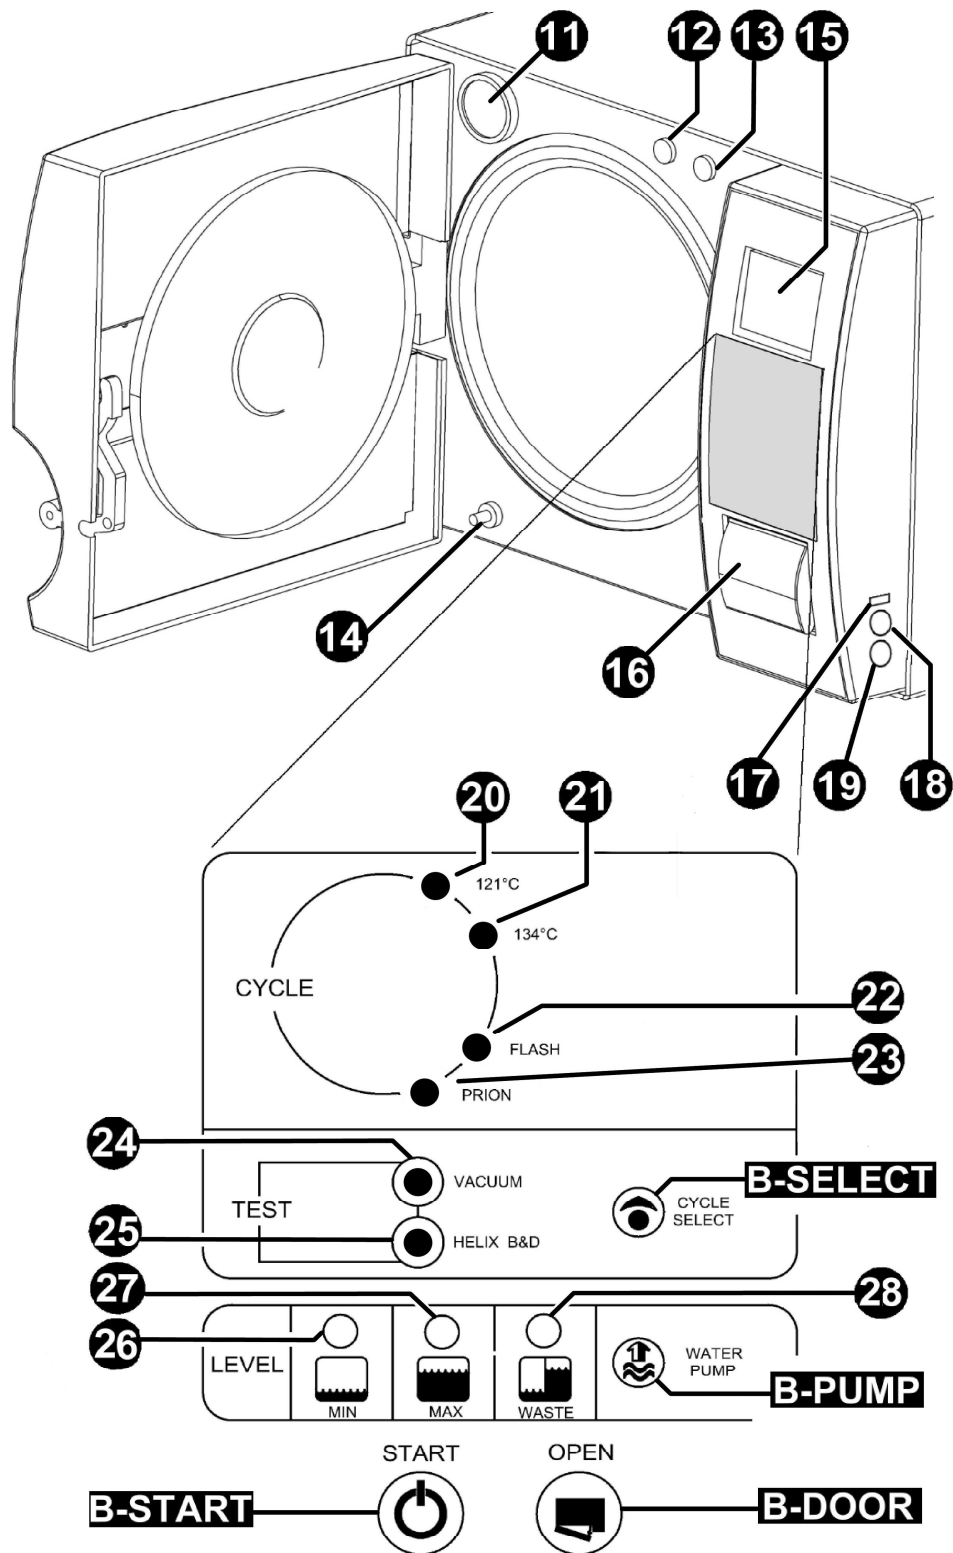

FIG.2
- Il connettore dell' incubatore (FIG.2-pos.18), deve essere utilizzato solo ed esclusivamente per il collegamento del B-TEST.